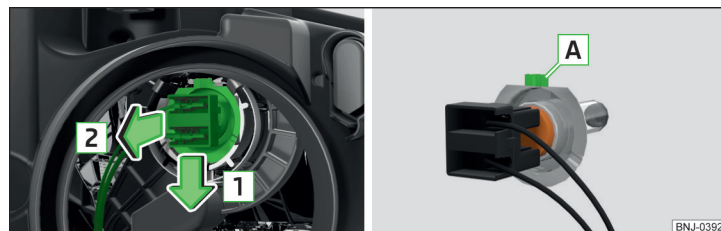

Fig. 288 Înlocuirea becurilor pentru faza scurtă și lungă
- Desprindeți conectorul, împreună cu becul cu incandescență, în sensul săgeții **1** » fig. 288.